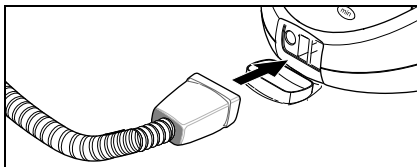

Fig. 5
- ➔ Introduzca firmemente la toma de vapor (C7) en el enchufe del aparato (A1). Al hacerlo, los dispositivos de bloqueo de la toma de vapor deben encajar en la tapa del enchufe del aparato (véase la fig.5).